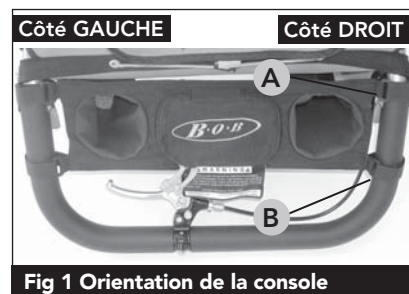

Fig 1 Orientation de la console
1. Commencer par orienter la console comme indiqué à la figure 1.
2. La console s'attache au guidon de la poussette à l'aide de 4 bandes velcro. Commencer par attacher la console au tube du guidon à l'aide de la bande velcro avant droite, « A » en figure 1. La bande s'attache comme suit:
3. Attacher ensuite la bande arrière droite, « B » en figure 1. La bande s'attache comme suit :
4. Commencer par orienter la console comme indiqué à la figure 1..
5. La console s'attache au guidon de la poussette à l'aide de 4 bandes velcro. Commencer par attacher la console au guidon à l'aide de la bande velcro avant droite, « A » en figure 1. La bande s'attache comme suit :
6. Attacher ensuite la bande arrière droite, « B » en figure 1. La bande s'attache comme suit :